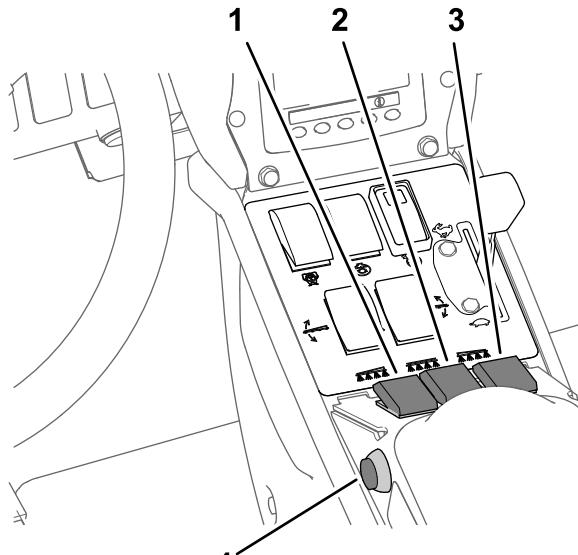

Bild 47
- Drücken Sie die Taste 2, um auf den nächsten Schritt zu gehen (Bild 47).
- Stellen Sie den Hauptabschnittschalter in die EIN-Stellung (Bild 47).
- Stellen Sie den Hauptabschnittschalter in die Aus-Stellung (Bild 47).